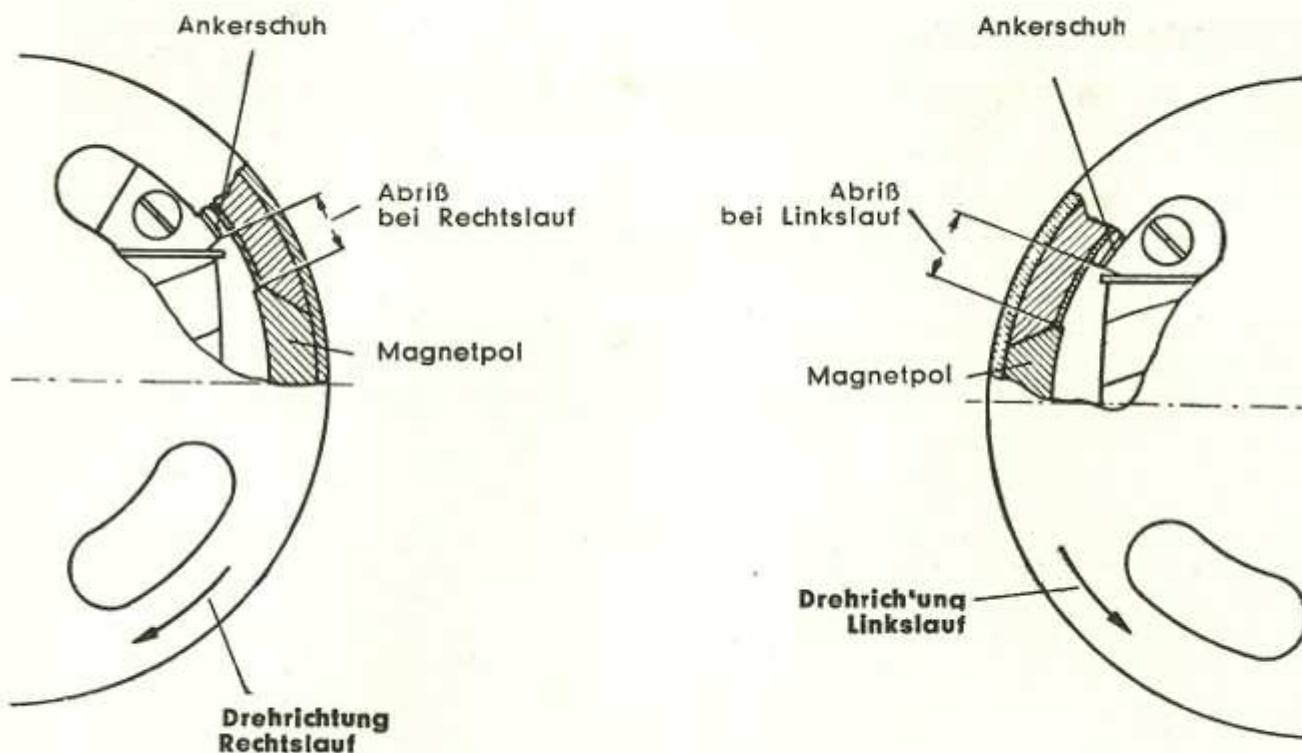

Bild 13 Messen des Abrisses bei verschiedenen Drehrichtungen
Unter dem Abriß (A) versteht man die Entfernung der ablaufenden Magnet-Polschuhkante von der nächstliegenden Ankerkante, und zwar in dem Augenblick, wo die Unterbrecherkontakte gerade zu öffnen beginnen (in Betriebsdrehrichtung gemessen). (Der Abriß hat mit dem Zündzeitpunkt nichts zu tun!) Da sich das Öffnen des Unterbrechers mit dem Auge meist nicht genau genug feststellen läßt, hebt man - bei ausgeschraubter Zündkerze (damit sich der Motor leicht durchdrehen läßt) - den Unterbrecherkontakt von Hand ab und schiebt eine höchstens 3/100 mm dicke Fühllehre aus Stahlblech zwischen die Kontakte. Dann dreht man das Schwungrad so weit, bis der Unterbrechernocken den Unterbrecherhebel etwas anhebt und die Fühllehre sich gerade herausziehen läßt. In dieser Stellung wird der Abriß gemessen. Bild 13 zeigt, daß beim Messen des Abrisses auf die Drehrichtung (Rechtslauf oder Linkslauf) geachtet werden muß. Die Öffnungen im Schwungrad bzw. Schaulöcher in der Ankerplatte (soweit vorhanden) sind zu diesem Zweck freizulegen.